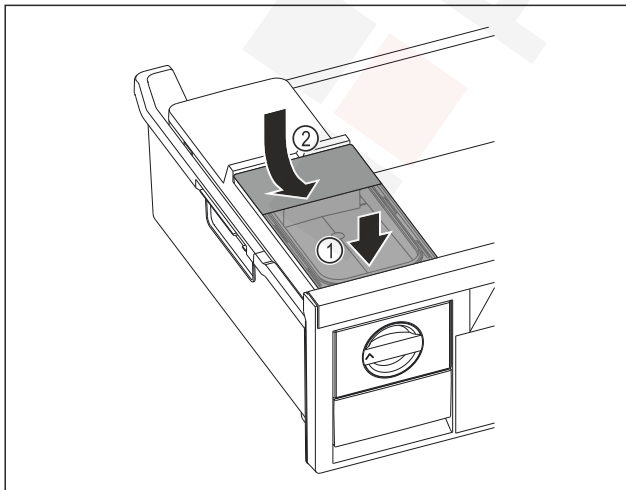

Fig. 110
- ▶ Elöl tegye fel a víztartályt. Fig. 110 (1)
- ▶ Hátról engedje le a víztartályt. Fig. 110 (2)